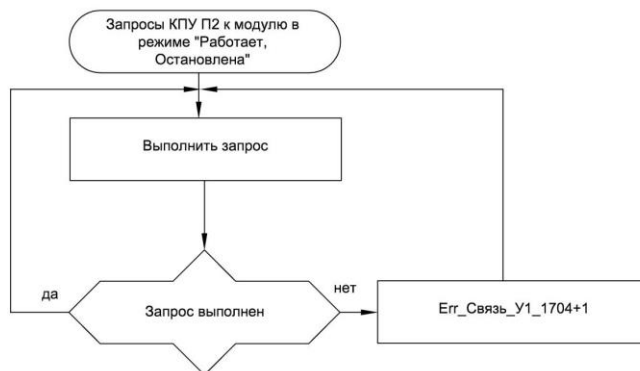

Рис. 9
- задание запросы для вывода основных параметров системы – выполняются постоянно при запуске одноименных режимов Рис. 9,